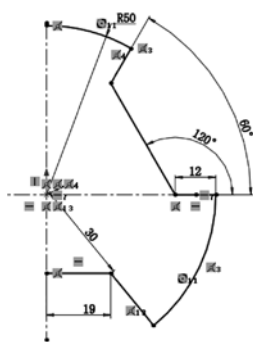

图 2-110 尺寸标注
(5) 标注尺寸。单击“草图”工具栏中的  (智能尺寸) 按钮, 进行尺寸约束。单击“草图”工具栏中的  (剪裁实体) 按钮, 修剪掉多余的圆弧线, 尺寸标注如图 2-110 所示。